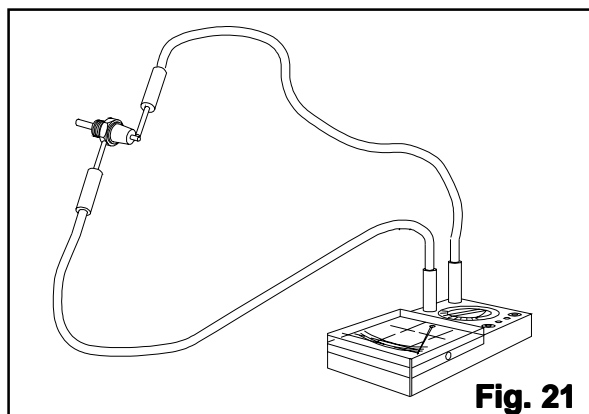

Fig. 21
- Verificare che non ci sia continuita' fra il positivo e massa(Fig.21)
- Verify that there is no continuity between (+) and ground(Fig.21).